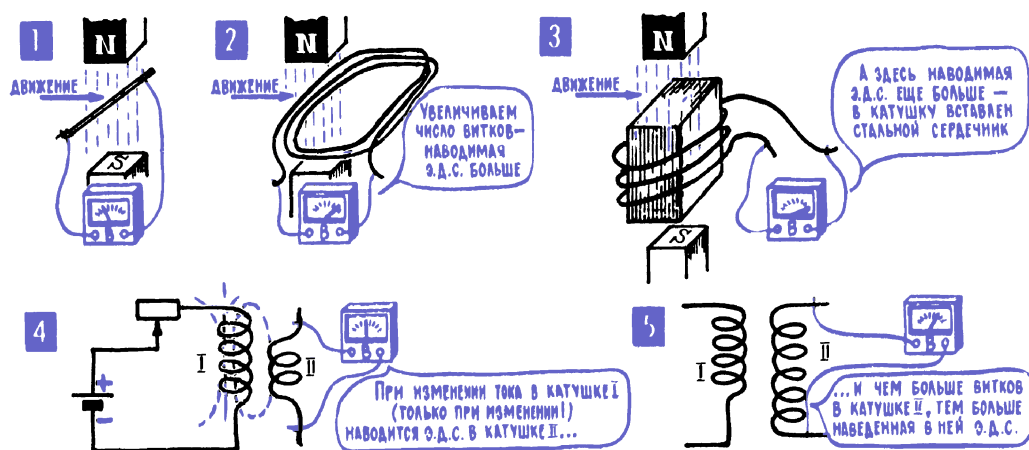

Рис. 5.8. Самоиндукция и взаимная индукция в катушках индуктивности
То же самое можно сказать и о процессе взаимной индукции. Здесь для получения ЭДС располагают рядом две катушки (рис. 5.8; 4) – первичную I (в ней меняется ток и создается меняющееся магнитное поле) и вторичную II (в ней наводится ЭДС взаимной индукции). Чем больше витков в этой вторичной катушке, тем больше наведенная в ней ЭДС. Кстати, такое устройство из нескольких катушек (обмоток) называется трансформатором. Вскоре мы познакомимся с ним подробнее (гл. 6; 25).
15. Индуктивность характеризует способность катушки создавать магнитное поле, единица индуктивности – генри. Зависимость ЭДС самоиндукции от скорости изменения тока позволяет ввести точную характеристику тех свойств самой катушки, которые говорят об умении взаимодействовать с магнитным полем и создавать свое поле. Мы упоминали, что магнитное поле катушки тем сильнее, чем больше в ней витков, и что поле резко усиливается, если вставить в катушку ферромагнитный сердечник (гл. 5; 6; рис. 5.8; 3). Теперь мы можем о магнитных свойствах катушки судить по той ЭДС, которая в этой катушке наводится. Характеристика катушки, которая рассказывает об этом, называется ее коэффициентом самоиндукции, или, короче, коэффициентом индуктивности, или, еще короче, просто индуктивностью. Обозначается этот коэффициент буквой L ,